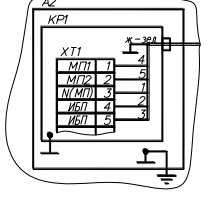

Рис. 1.6
- При отсутствии А10 (ИБП) подключение УТ/ТРК согласно рис. 1.6.